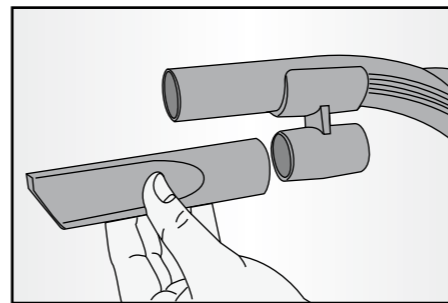

Fig. 5
Убрать пылесос на место, установив приспособление для насадок (15) на трубу-держатель (18), и поместив в него насадку для щелей (17) и малую насадку с щёткой (16) (Рис. 5).